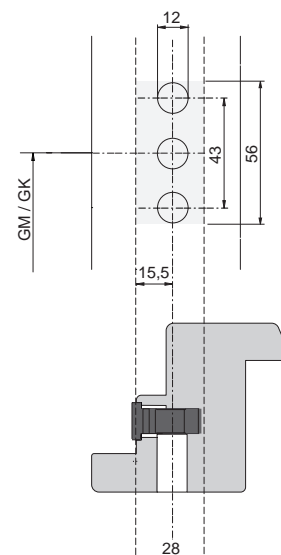

Bild 3: Maßzeichnung „Getriebeschloss“
2. Löcher für Getriebeschloss (Bild 3, ø 12 mm) nach Maßzeichnung bohren.
- Das Einfräsen des Getriebekastens erfolgt von der Falzseite aus (Bild 3).